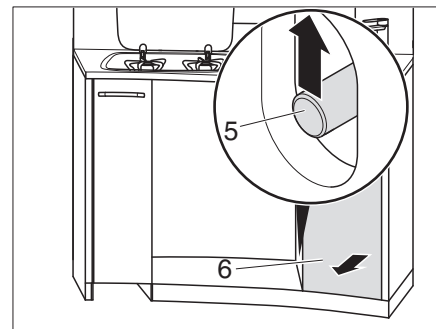

Fig. 126 Desbloquear el cajón superior de la cocina
- Introducir la mano a través de la abertura y empujar hacia arriba la barra de empuje (Fig. 126,5).